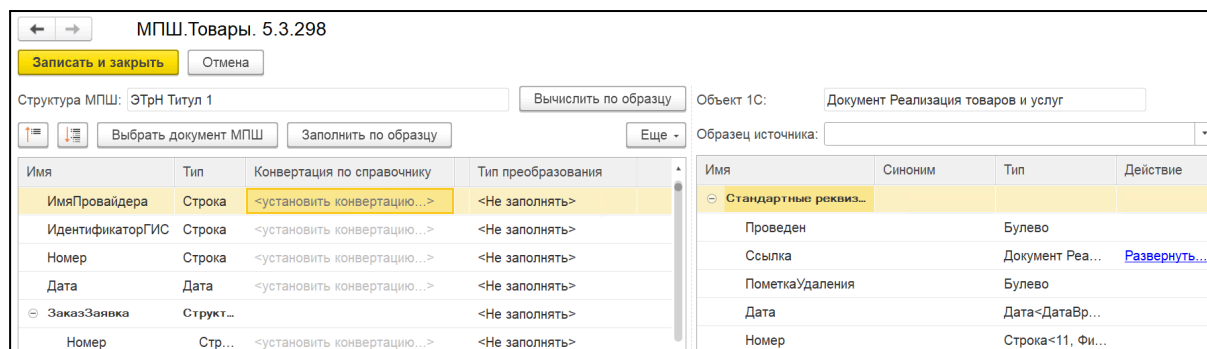

Рис. 35. Настройка провайдера
1. В строке «ИмяПровайдера», столбец «Конвертация по справочнику» (рис. 35) дважды левой кнопкой мыши нажмите на поле «установить конвертацию».